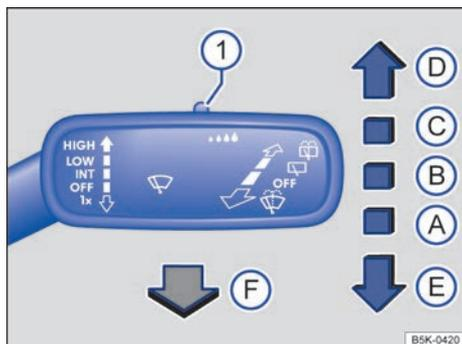

Fig. 115 En el lado derecho de la columna de dirección: manejo del limpiaparabrisas.
- Presione la palanca del limpiacristales brevemente hacia abajo → fig. 115 (E).